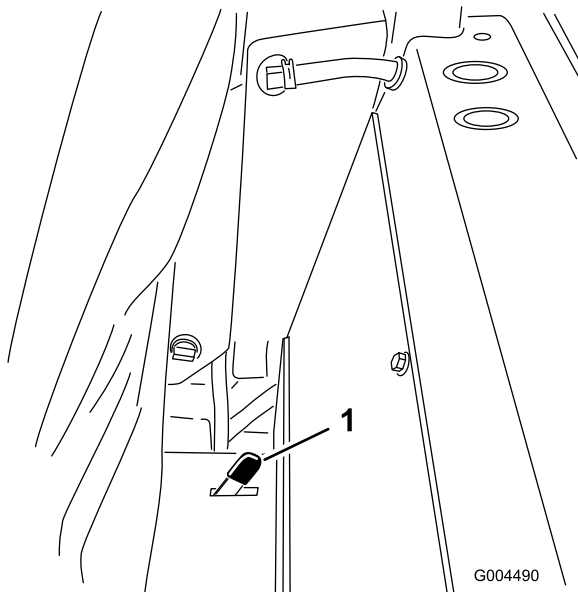

Bild 37
2. Drücken Sie eine der Sitzlaschen, die sich hinter und an der Seite des Sitzes befinden, nach hinten, um den Sitz zu entriegeln und ziehen Sie den Sitz oben nach vorne (Bild 37).